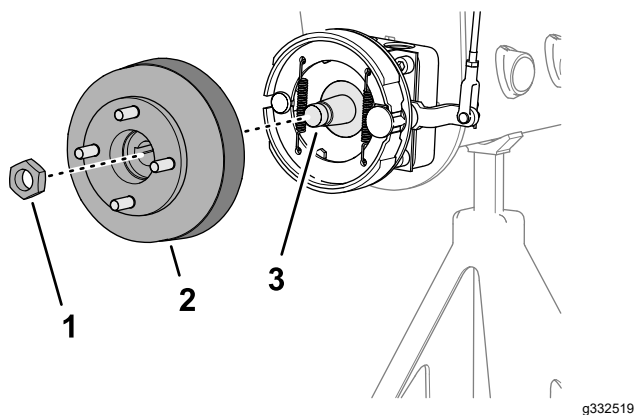
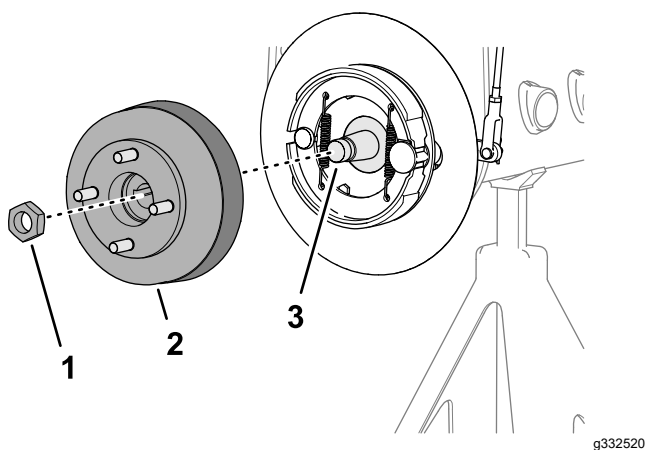

Figura 86
Figura 87
3. Montate il mozzo della ruota e il tamburo del freno sull'albero motore della ruota (Figura 86 o Figura 87).
4. Fissate il mozzo della ruota all'albero con il dado di bloccaggio (Figura 86 o Figura 87) e serrate manualmente.